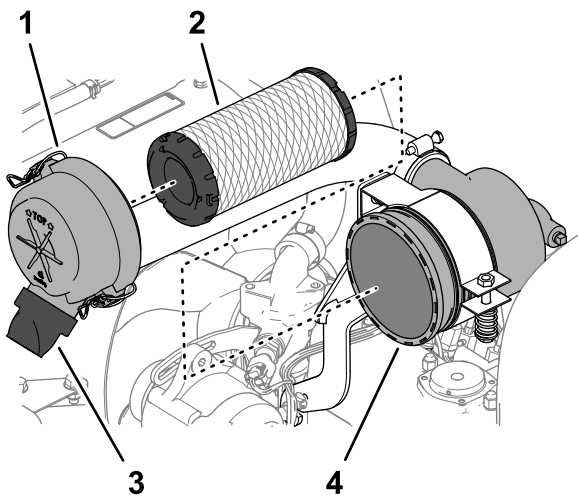

図 65
3. エアクリーナのカバーをボディーに固定しているラッチを外す (図 65)。
6. エレメントを外す (図 65)。
7. エアクリーナカバーの粉塵排出ポートからゴム製排出バルブ (図 65)を外す。